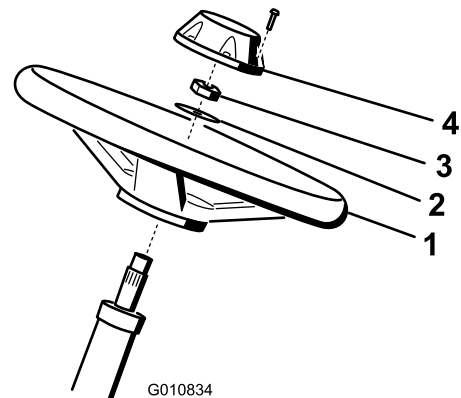

Figura 3
1. Deslice el volante sobre la columna de dirección (Figura 3).
2. Deslice la arandela sobre la columna de dirección (Figura 3).
- Sujete el volante a la columna con una contratuerca y apriétela a 27–35 N-m (Figura 3).
- Sujete el embellecedor al volante con el tornillo (Figura 3).